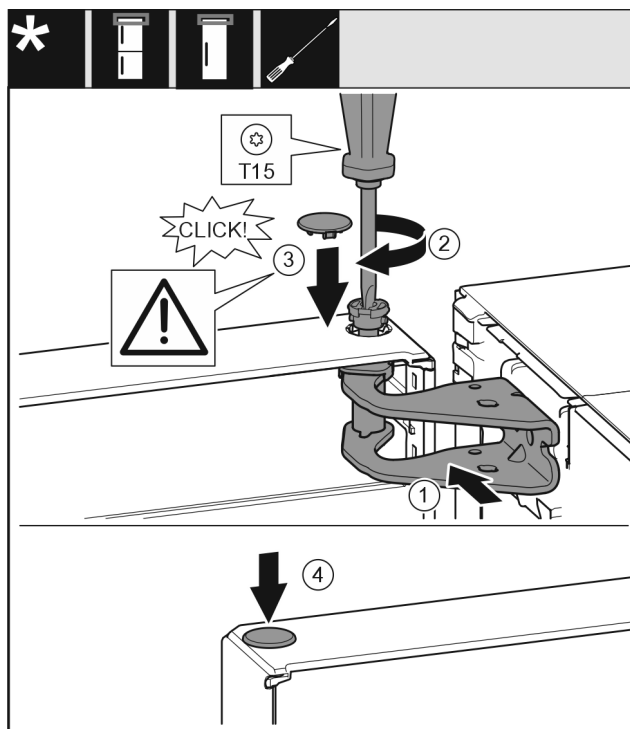

Fig. 27
- Poravnajte gornja vrata prema otvoru u podlošku ležaja Fig. 27 (1).
- Umetnite svornjak Fig. 27 (2) i pritegnite ga odvijačem.
- Postavite poklopac Fig. 27 (3).
- Provjerite da poklopac Fig. 27 (3) naliježe na vrata.
- Postavite poklopac Fig. 27 (4).